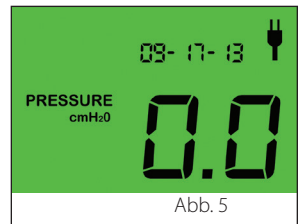

Abb. 5
5. Nach etwa 10 s geht das **Z1** in den Standby-Modus über. Das Display zeigt 0.0 an. (Abb. 5)